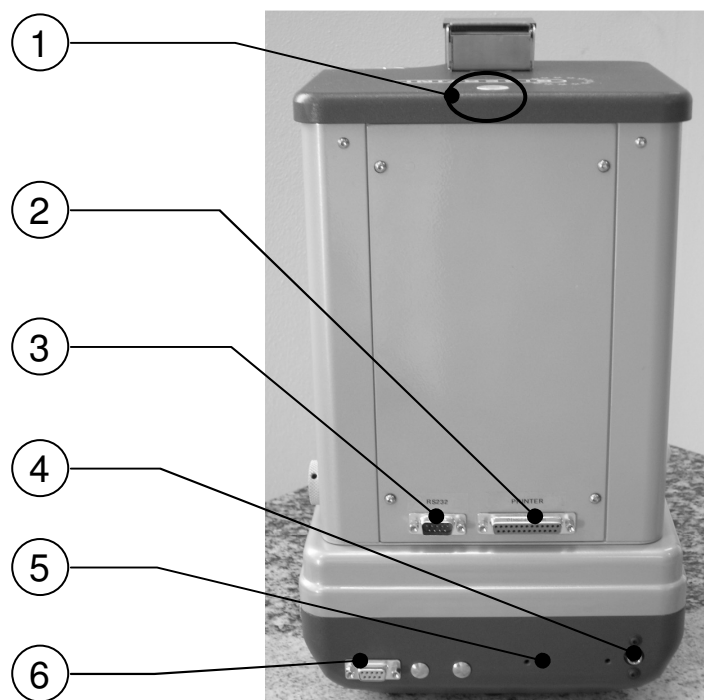

Fig. 2: Vista posteriore SUPER ALCOMAT
- collegare lo spinotto circolare dell'alimentatore al connettore presente sul Super Alcomat indicato in Fig. 2 col n.4. Inserire quindi la spina alimentatore in una presa di rete;